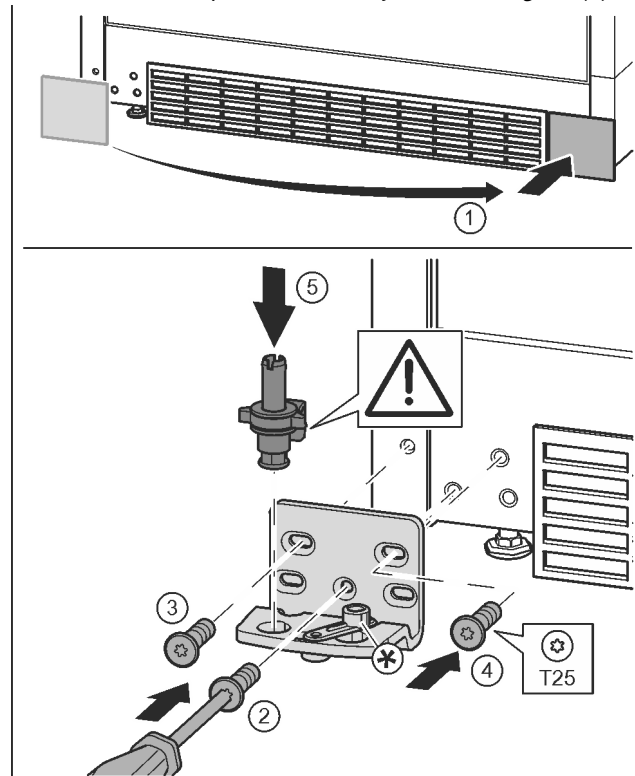

Fig. 13
- ▶ Odoberte kryt a pripevnite ho na druhú stranu. Fig. 13 (1)
- ▶ Ložiskovú konzolu nasadíte na druhú stranu a priskrutkujte ju pomocou skrutkovača T25. Začnite skrutkou 2 dole v strede. Fig. 13 (2)
- ▶ Pevne zaskrutkujte skrutku 3 a 4. Fig. 13 (3, 4)
- ▶ Ložiskový čap úplne nasadíte. Dbajte pritom na to, aby zárez dorazu ukazoval smerom dozadu. Fig. 13 (5)